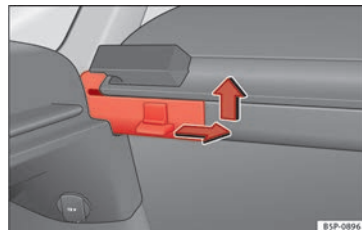

Bild 106 Avlägsna förvaringsutrymmets hylla.
- Tryck på sidotappen i pilens riktning, lyft på skyddet och ta bort det » **bild 106.**